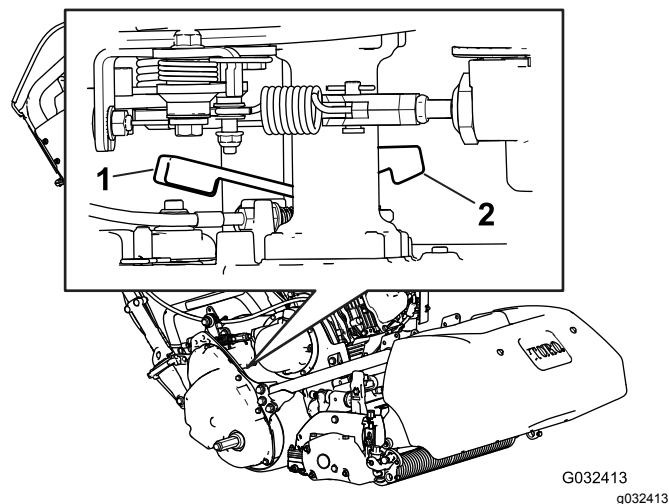

Figura 30
1. No canto posterior direito da máquina, localize a alavanca de engate/desengate da tração ao lado do tambor da transmissão (Figura 30).